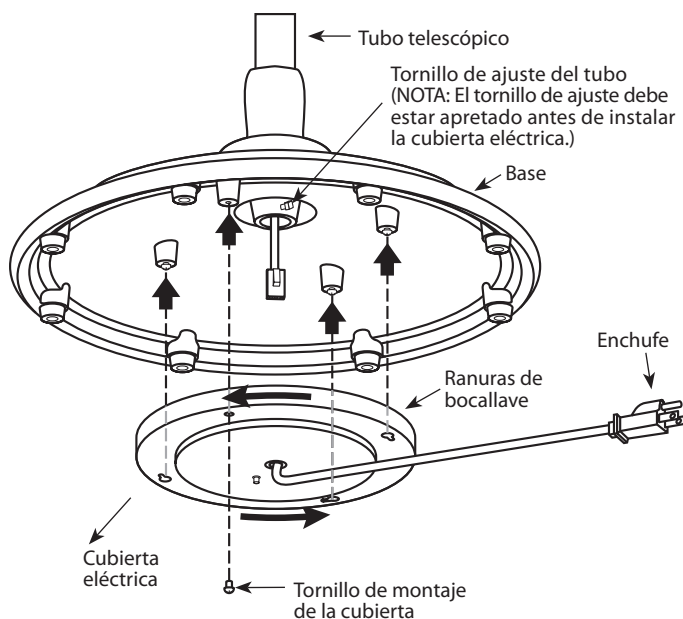

FIGURA 2
8. Coloque la cubierta eléctrica contra la parte inferior de la base y alinee las ranuras de bocallave en la cubierta eléctrica con los tres tornillos de montaje aflojados en la cubierta de la base. Gire la cubierta eléctrica en sentido antihorario. Vea la Figura 2.